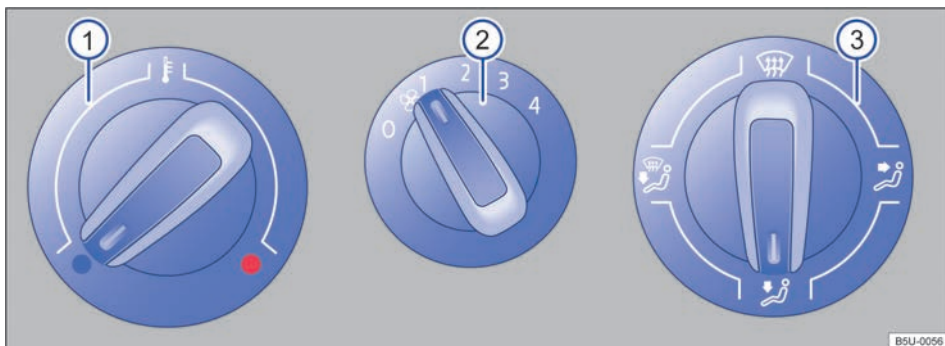
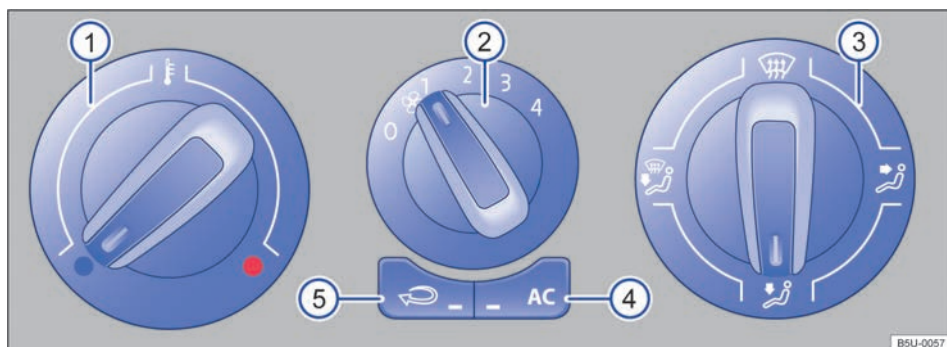

Fig. 78 No console central: comandos do sistema de ventilação e aquecimento. ▶
Fig. 79 No console central: comandos do ar-condicionado.
Botão, regulador	Informações complementares do sistema de ventilação e aquecimento → Fig. 78 e ar-condicionado → Fig. 79.
- Em veículos com sistema de aquecimento, colocar o regulador da temperatura → Fig. 78 ❶ totalmente para a direita, para a posição máxima de aquecimento.
- Colocar o regulador de distribuição de ar ❸ na posição ☞.
- Colocar o ventilador ❷ no nível 3 ou 4.
- Colocar o regulador da distribuição de ar → Fig. 79 ❸ para a posição ☞, nesta posição o modo de recirculação de ar não pode ser acionado.
- Colocar o regulador da temperatura ❶ na posição desejada.